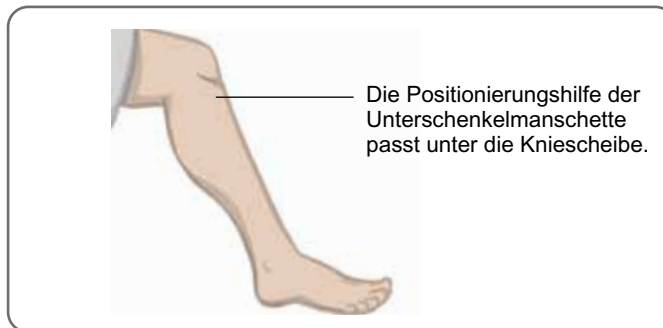

Abbildung 6-7: Empfohlener Kniewinkel zur Platzierung der Unterschenkelmanschette
1. Strecken Sie Ihr Bein im Sitzen leicht aus, wie in Abbildung 6-7 dargestellt. Der Umriss der Kniescheibe sollte deutlich sichtbar sein. (Stellen Sie den Fuß gegebenenfalls auf einer Fußbank ab.)